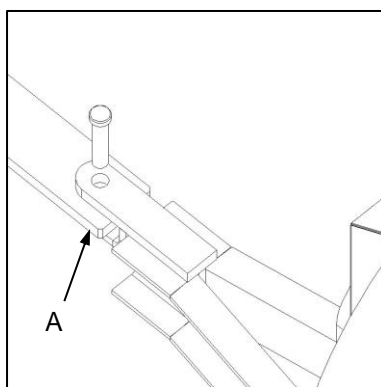

Fig. 1
- ⊖ Only a single-tab towing hitch (Fig. 1-A) should be used on the tractor to engage with the implement towing hitch. Failure to observe these requirements will result in damage to the implement hitch and other failures not covered under warranty.
- ⊖ Slegs 'n enkelliptrekstang (Fig. 1-A) moet aan die trekker gebruik word om die implement mee aan te haak. Versuim om hierdie vereistes na te kom sal lei tot skade aan die implementhaak en ander onklaarraking wat nie deur die waarborg gedek word nie.